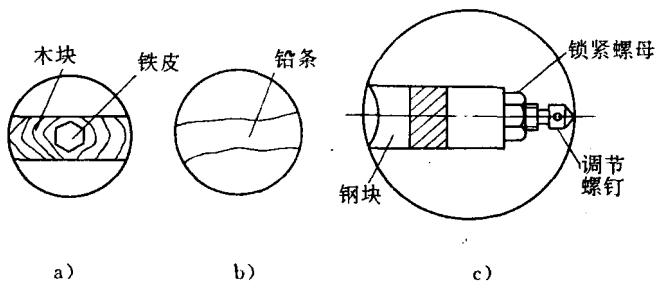

图2-12 在孔中装中心塞块
(1) 工件的清理 毛坯件上的氧化铁皮、飞边、残留的砂粒污垢以及已加工工件上的毛刺、铁屑等都必须预先清除干净。否则将影响划线的清晰度和准确度，并有可能损伤划线工具。
(2) 划线表面的涂色 为了使划出的线条显得清楚，一般都要在工件的划线部位涂上一层涂料。铸件和锻件毛坯一般用配制好的石灰水，已加工表面一般涂配制好的紫蓝液。无论用哪一种涂料，都要尽可能涂得薄而均匀，才能保证划线清楚。涂得太厚容易剥落。
(3) 在工件孔中装中心塞块 在有孔的工件上划圆或等分圆周时，一般都要在孔中先装上中心塞块，这样才能找到划线用的中心。对于不大的孔，通常可用铅块敲入，较大的孔则可用木料或可调节塞块（图2-12）。